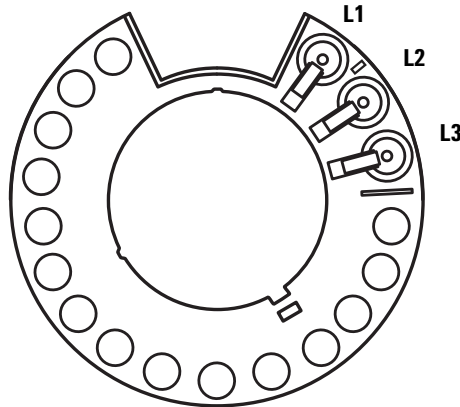

Abb. 25 Übertragungskarussellpositionen L1, L2, L3 (Ansicht von oben)
- Entfernen Sie alle Fläschchen von den Übertragungskarussellpositionen L1, L2 und L3 in beiden Türmen (Abb. 25).